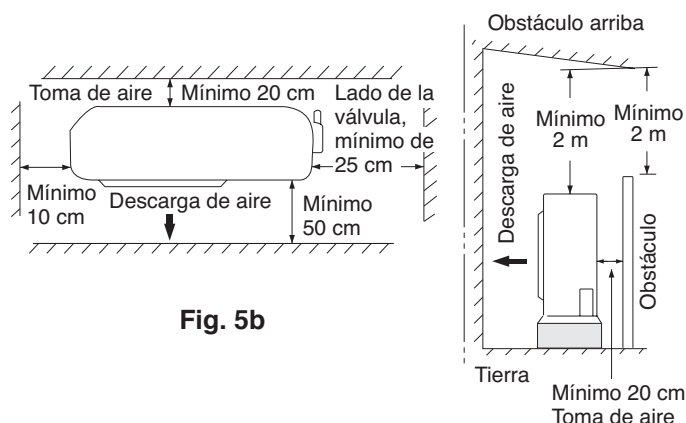

Fig. 5b
- Efectúe la instalación en un lugar en el que por lo menos haya dos lados sin obstrucciones, para que no se bloquee el flujo de aire en el orificio de entrada ni en el orificio de salida, y que tenga espacio suficiente para realizar el mantenimiento sin problemas. Por lo general, la parte superior tampoco deberá presentar obstrucciones. (Fig. 5b)